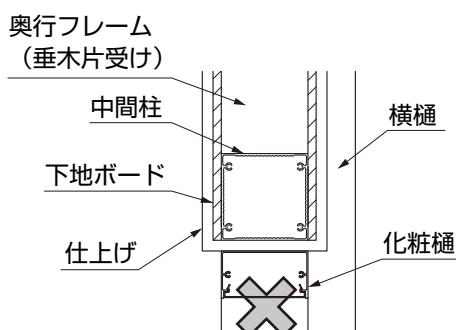

図1-7 フリーウォールの場合
- 小口面にタイル貼りや塗り仕上げを行う場合は化粧樋の取付けができません。（図1-7参照）